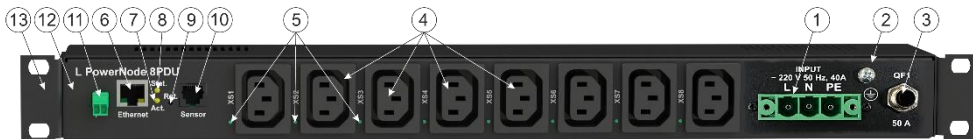

Рисунок 1 – Внешний вид и назначение органов управления и индикации LPowerNode 8PDU (40A)
6.3 Для установки в шкаф 19" стандарта необходимо предварительно установить кронштейны **13 (см. рисунок 1)** винтами М3х6, входящими в комплект поставки устройства.
6.10 Подключите, при необходимости, используемый дискретный датчик к разъему дискретного входа (см. рисунок 1). Подключение положительного (если регламентирована полярность сигналов датчика) проводника дискретного датчика производится клеммному блоку соответствующего дискретного входа, отрицательного – к одному из общих для всех дискретных входов клеммному блоку, обозначенному символом «⊥».